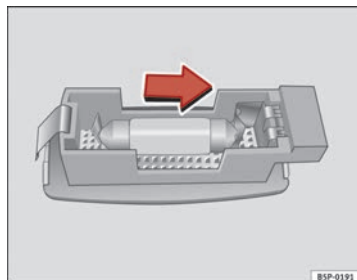

Fig. 213 Démontage de l'éclairage du pare-soleil
- Retirez la lampe avec précaution en utilisant la partie plate d'un tournevis, comme indiqué sur la figure ⇒ fig. 213.
- Retirez l'ampoule en la déplaçant dans le sens de la flèche et vers l'extérieur ⇒ fig. 213.